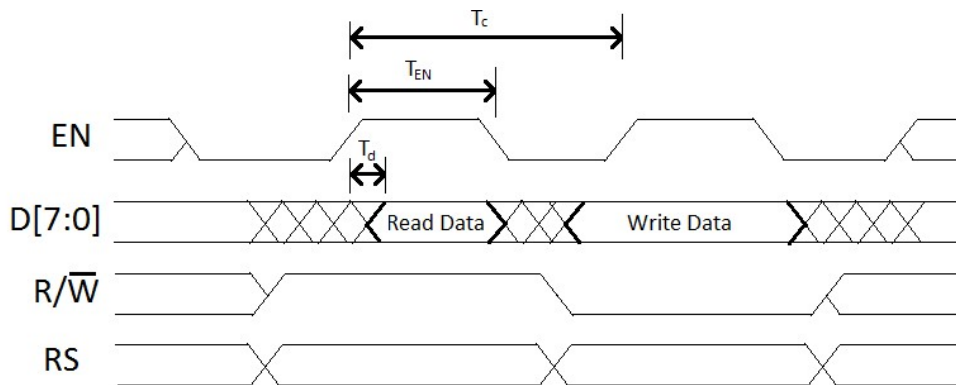

Figura 9 – Temporização de escrita/leitura no LCD
A Figura 9 apresenta a temporização para acessar o LCD. É importante seguir esse diagrama de tempo já que o MSP430 é capaz de escrever nas portas do LCD mais rápido do que o próprio LCD consegue ler. Faz-se necessário o uso de pequenos atrasos para garantir a temporização especificada.
**Exercício 5:** Escreva uma função `lcdWriteNibble(uint8_t nibble, uint8_t isChar)` para escrever um nibble no LCD em modo 4 bits seguindo o diagrama ilustrado na Figura 9. Faça uso da função `i2cSend(...)` 3 vezes da seguinte forma:
**Exercício 6:** Escreva a função `lcdWriteByte(uint8_t byte, uint8_t isChar)`, chamando `lcdWriteNibble` duas vezes. O primeiro nibble enviado corresponde aos 4 bits mais significativos do byte conforme descrito na Figura 9.